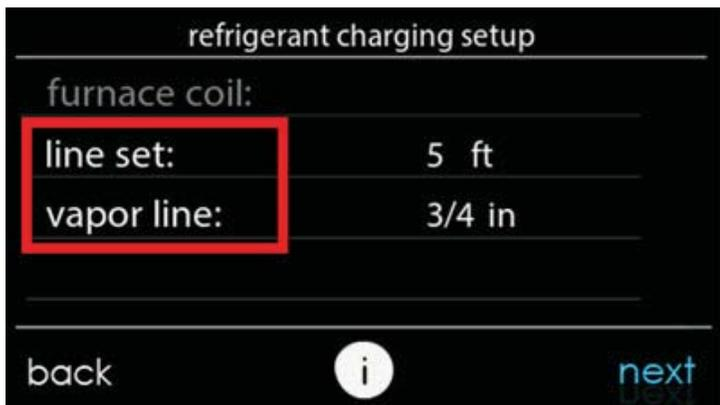
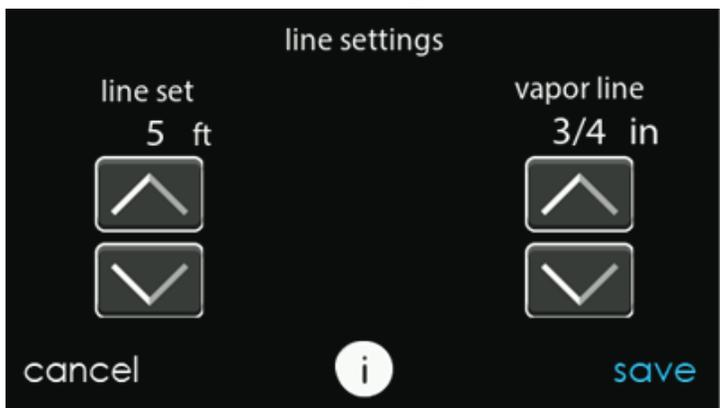

Fig. 17 – Seleccione la longitud del conjunto de líneas y el diámetro de la línea de vapor A200035
Fig. 18 – Ajuste la longitud del conjunto de líneas y el diámetro de la línea de vapor instalados A200036
11. Pulse el texto "Line set" (Conjunto de líneas) y "Vapor line" (Línea de vapor) para seleccionar la longitud del conjunto de líneas y el diámetro de la línea de vapor (consulte las Fig. 17 y Fig. 18). Cuando haya terminado, presione "Next" (Siguiente) para pasar a la siguiente pantalla.